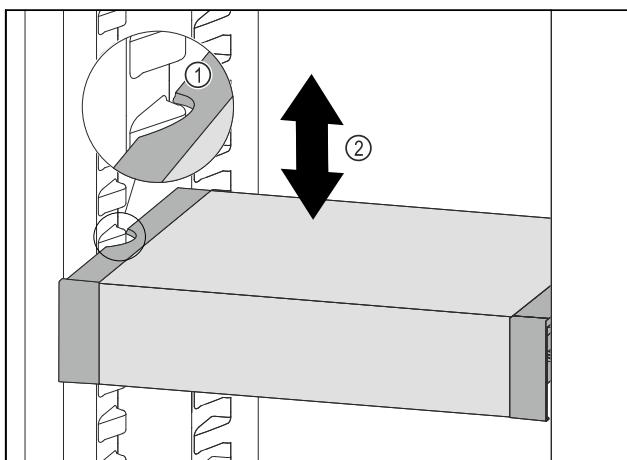

Fig. 80
- ▶ Тяните VarioSafe вперед, пока боковые выемки VarioSafe не окажутся на высоте выступа резервуара в холодильном отделении. Fig. 80 (1)